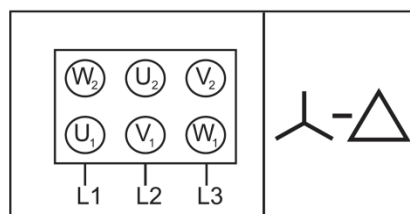

Fig. 9
- Para o arranque estrela-triângulo, as barras de conexão da placa de terminais devem ser eliminadas. (ver Fig. 9).